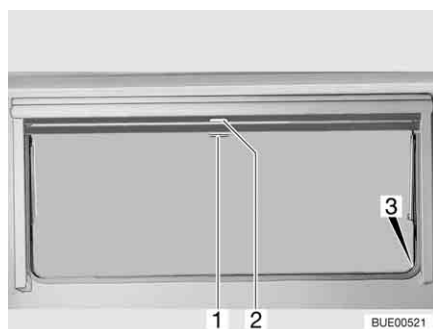

Fig. 55 Finestra apribile
- Tirare verso il basso l'oscurante a rullo accompagnandolo con la maniglia (Fig. 55,2). Quando si chiude completamente l'oscurante a rullo esso va agganciato da entrambi i lati al telaio della finestra nell'apposito elemento di fissaggio (Fig. 55,3).
- Quando l'oscurante a rullo è completamente chiuso: Spingere la maniglia (Fig. 55,2) verso il basso tirandola leggermente verso l'interno. Sganciare l'oscurante a rullo dagli elementi di fissaggio a destra e a sinistra del telaio della finestra.
- Quando l'oscurante a rullo si trova in posizione intermedia: Tirare la maniglia (Fig. 55,2) leggermente verso il basso finché l'elemento di fissaggio non si è sganciato.
- Tirare la maniglia (Fig. 55,1) della zanzariera a rullo verso il basso e agganciarla all'elemento di fissaggio (Fig. 55,3) su entrambi i lati del telaio della finestra.
- Spingere la maniglia (Fig. 55,1) verso il basso tirandola leggermente verso l'interno. Sganciare la zanzariera a rullo dagli elementi di fissaggio a destra e a sinistra del telaio della finestra.